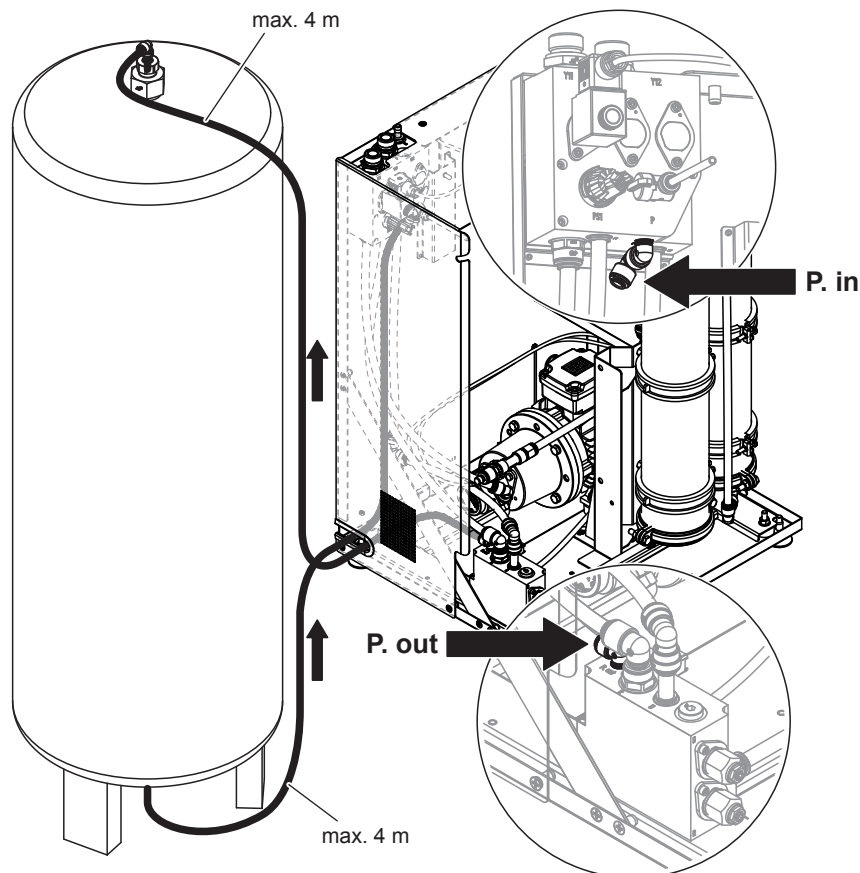
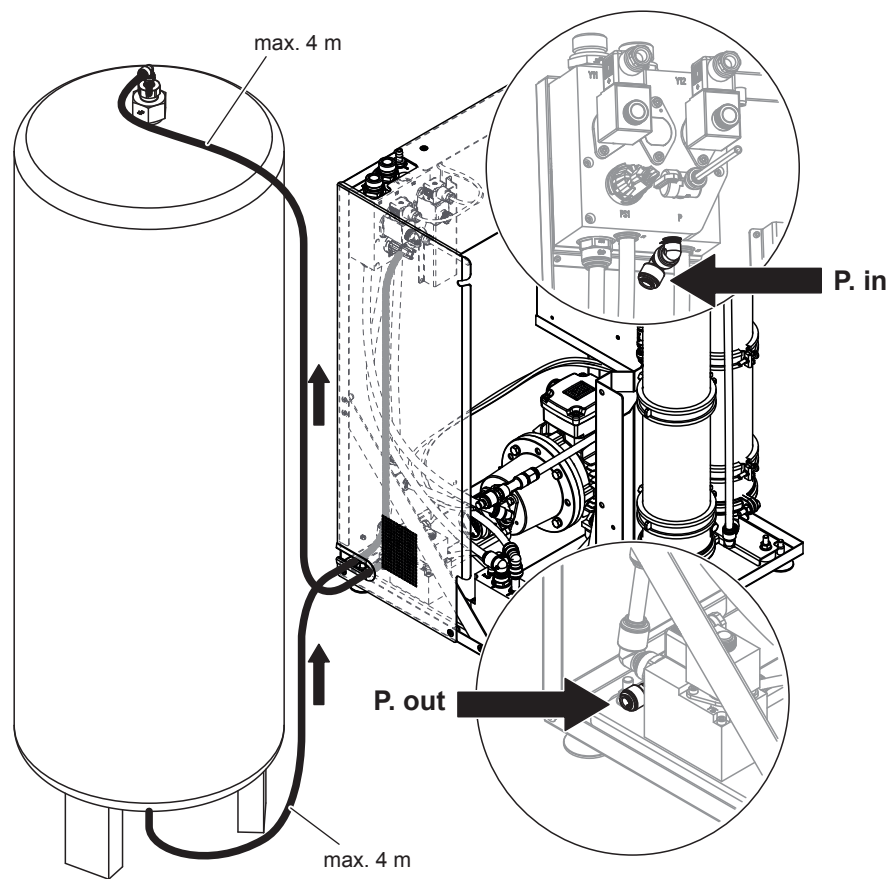
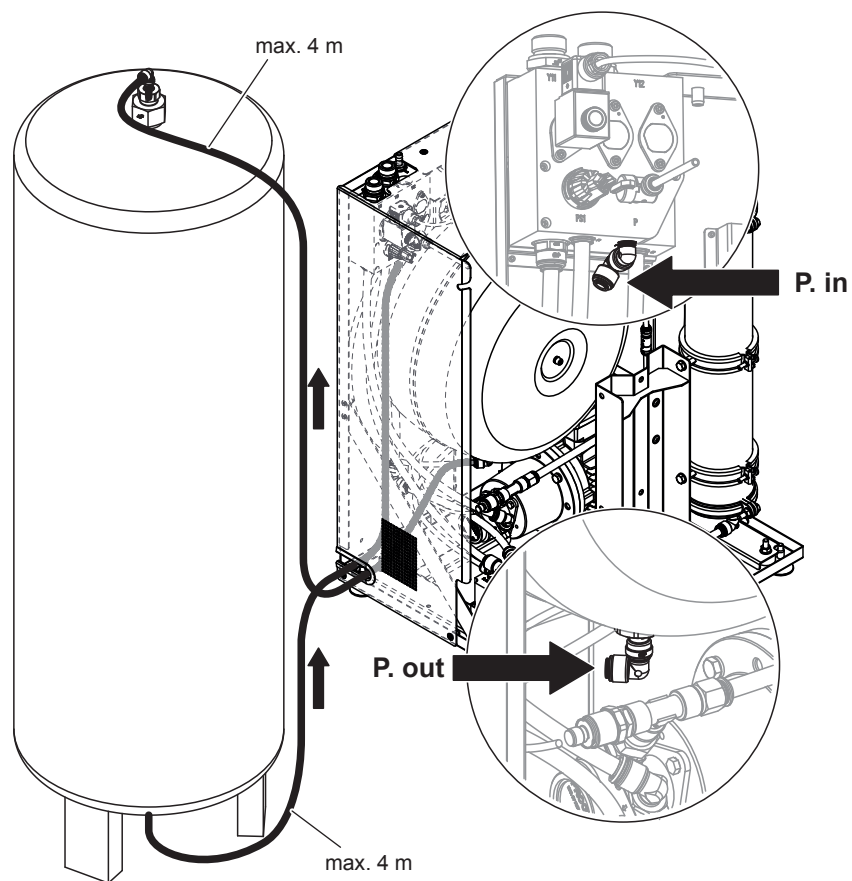

Abb. 11: Anschluss des externen Drucktanks am Condair RO-E 200/300 Reinwassersystem
Abb. 12: Anschluss des externen Drucktanks am Condair RO-E+ 200/300 Reinwassersystem
Abb. 13: Anschluss des optionalen externen Drucktanks am Condair RO-E(+) 40/100 Reinwassersystem mit internem Drucktank (Abbildung zeigt RO-E 100)
Wichtig: Die in Abb. 11 bis Abb. 13 angegebenen maximalen Schlauchlängen dürfen nicht überschritten werden. Stellen Sie sicher, dass die Anschlussschläuche nicht höher als der Anschluss oben am Drucktank verlegt werden.
4. Schliessen Sie den mitgelieferten schwarzen JG-Schlauch $\varnothing 8$ mm am Winkelverbinder des Anschlusses "P. out" des entsprechenden Logikblocks (siehe Abb. 11 or Abb. 12) oder des internen Drucktanks (siehe Abb. 13) an. Führen Sie den Schlauch zum oberen Anschluss am (ersten) externen Drucktank, längen sie den Schlauch ab und schliessen Sie ihn am Winkelverbinder des Druckbehälters an.